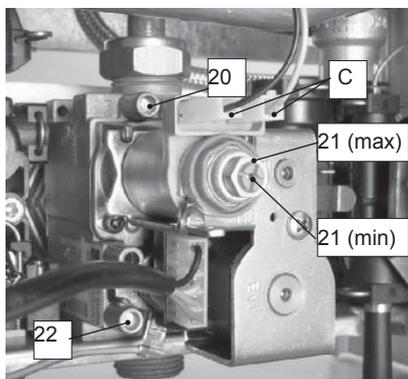

Fig. 7.1
- A caldaia spenta (fuori servizio), controllare la pressione di alimentazione utilizzando la presa 31 in Fig. 7.1 e confrontare il valore letto con quelli riportati nella tabella Pressioni di alimentazione gas nella sezione "Dati tecnici" pag. 22.
- Richiudere bene la presa di pressione 31 in Fig. 7.1.
- Aprire la presa di pressione 20 in Fig. 7.1 e collegare un manometro.
- Prelevare un'abbondante quantità d'acqua calda sanitaria. Confrontare il valore di pressione misurato con quello indicato nelle tabelle (Fig. 7.4 per il modello 24 kW, Fig. 7.5 per il modello 28 kW). Per tarare la pressione al bruciatore agire sul dado esagonale grande in ottone dell'operatore modulante 21 max in Fig. 7.1 (ruotando in senso orario la pressione aumenta).
min in Fig. 7.1) tenendo fermo il dado esagonale in ottone grande (21 max in Fig. 7.1) dell'operatore modulante (ruotando in senso orario la pressione aumenta).
- Collegare il filo di alimentazione "C" dell'operatore modulante Fig. 7.1